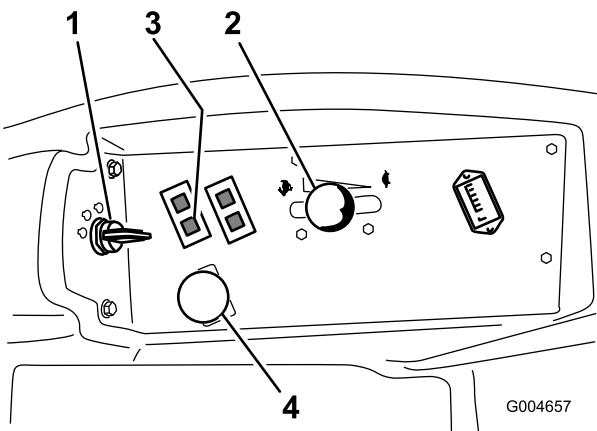

図 18
- PTO スイッチをOFF 位置とする(図 18)。
- スロットルレバーを Fast と Slow の中間にセットする(図 18)。